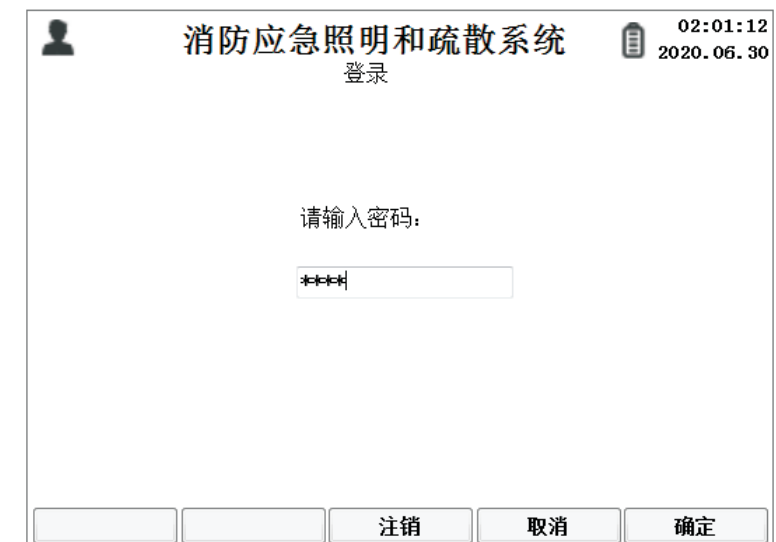

图8.1.2
- ◆ 在主界面下, 按[#]键, 打开登录窗口, 输入密码后按[确定]键, 进入系统 (如图8.1.2)。